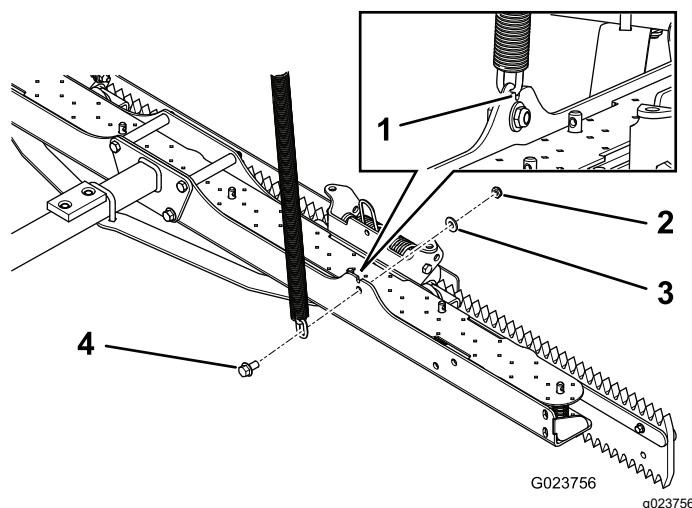

Figura 8
- Inserte un perno (3/8 x 3/4 pulgada) a través de una cadena de elevación, y sujétela a la placa inferior con una arandela (3/8 pulgada) y una contratuerca (3/8 pulgada); consulte Figura 8.
Nota: Para garantizar que la longitud de la cadena no cambie debido a la rotación, el segundo eslabón de la cadena debe quedar encajado en la ranura situada encima del taladro, según se muestra en Figura 8.